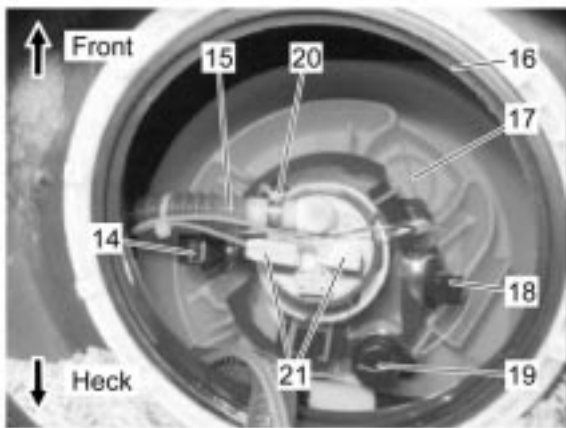

Abb. 14
- Die neue Pumpe mit Hülse (23) in den Halter (25) schieben.
- ☞ Zur korrekten Einbaulage, siehe → Abb. 14. Bei der Ansicht von oben zeigt das Überdruckventil (19) nach rechts unten und der Druckstutzen nach links.
Zur korrekten Einbaulage, siehe → Abb. 14. Das Überdruckventil (19) zeigt in Richtung des rechten Hinterrades.